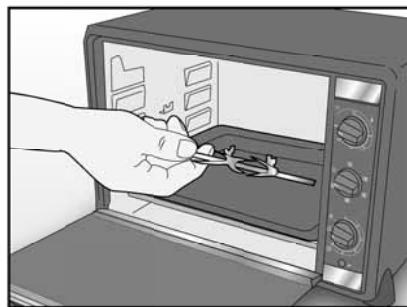

Fig. 3
- Fare scivolare uno dei forchettoni sullo spiedo (E) (le due punte verso l'interno) e avvitare per bloccarlo. Legare con lo spago l'arrosto (carne, pollo, ecc.) e infilarlo facendo attenzione a centrare bene la carne, poi fare scivolare il secondo forchettone con la punta sempre verso l'interno. Svitare se necessario il primo forchettone per centrare l'arrosto sullo spiedo e bloccare i due forchettoni.
- Togliere la griglia (C) del forno e posare la leccarda (D) su un livello (F) inferiore al posizionamento dello spiedo (E).
- Introdurre l'estremità appuntita dello spiedo (E) nella cavità situata nella parete destra fissandola all'asse motore. Appoggiare l'estremità opposta sul supporto dello spiedo posizionato sulla parete sinistra (Fig. 3).
- Inserire la spina nella presa di corrente e, tramite la manopola selezione funzioni (H), selezionare il tipo di cottura desiderato: